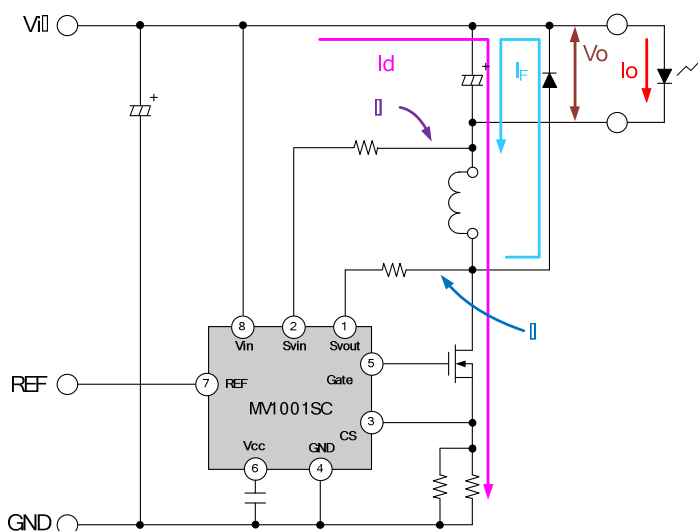
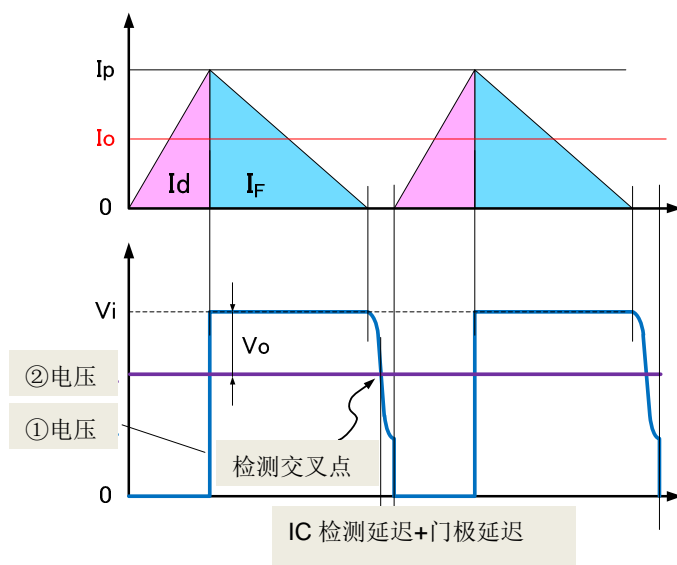

图 1 临界型降压斩波电路
图 2 临界型降压斩波中电路中 MOS 管和二极管的电流波形及电感线圈两端的电压波形
MV1001SC 采用临界型降压斩波电路结构, 电路结构如图 1, 主 SW 及二极管中流过的电流波形分别为图 2 中的 I_d, I_F 。
另外, IC 检测并比较电感线圈两端的电压(图 2 中的①和②), 可实现无控制绕组情况下的临界工作。